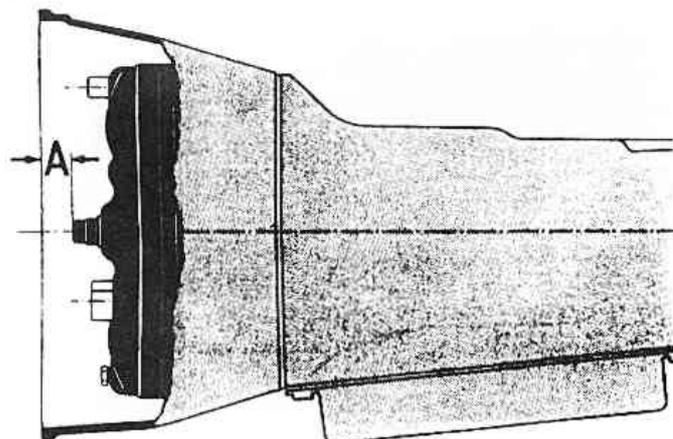

Рис. 6.38. Проверка правильности установки преобразователя крутящего момента (Разд. 10)
25. Установка производится в порядке, обратном снятию, однако убедитесь, что сливная пробка преобразователя крутящего момента находится на одной линии с отверстием ведущего диска. Чтобы проверить, правильно ли установлен преобразователь крутящего момента, замерьте расстояние "А" между поверхностью фланца картера преобразователя и выступающим торцом вала. Оно должно быть не менее 10 мм (Рис. 6.38).